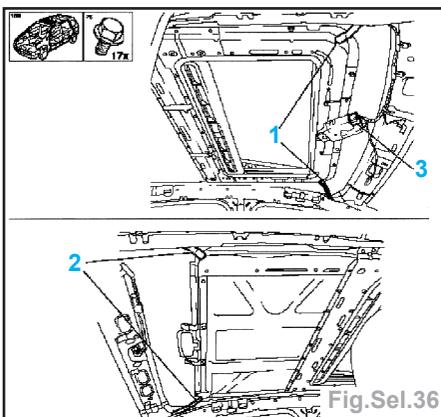

Fig.Sel.36
- les 2 flexibles d'écoulement d'eau AV (1) (Fig.Sel.36),
- les 2 flexibles d'écoulement d'eau arrière (2).